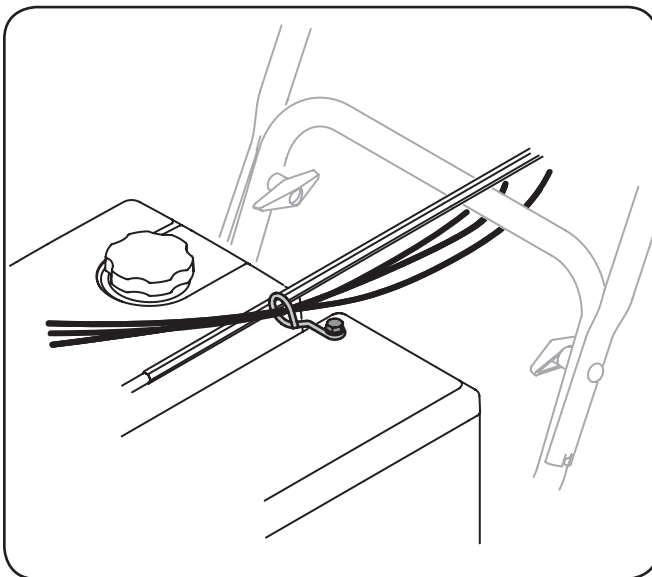

Figura 3-13
9. Controle que todos los cables estén adecuadamente dirigidos a través de la guía de cables de la parte superior del motor. Algunos modelos tienen sólo un cable para dirigir por la guía de cable. Vea la Figura 3-13.